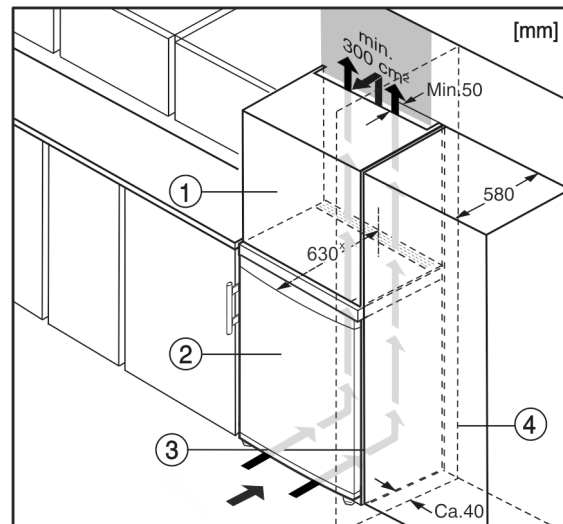

Fig. 6
- (1) Дополнительный шкафчик*
- (2) Устройство*
- (3) Кухонный шкаф*
- (4) Стена*
Устройство может быть окружено кухонными шкафами. Чтобы уравнять устройство Fig. 6 (2) по высоте с кухонной стенкой, можно установить над устройством дополнительный шкафчик Fig. 6 (1).
При комбинировании с кухонными шкафами (глубина макс. 580 мм) устройство можно установить непосредственно рядом с кухонным шкафом *Fig. 6 (3)*. Устройство выступает сбоку на 34 мм^x и по центру на 50 мм^x относительно передней стенки кухонного шкафа.
Если устройство установлено на шарнирах у стены *Fig. 6 (4)*, то расстояние между устройством и стеной должно быть не менее 40 мм. Настолько выступает ручка при открытой дверце.*